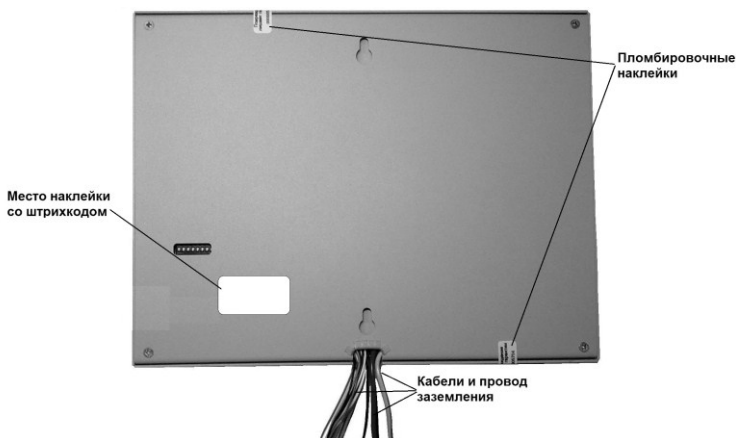

Рисунок 8 – МИ-50 (вид со стороны крепежных отверстий)
- ж) подсоединить кабели МИ-50 (рисунок 8);
С обратной стороны корпуса МИ-50 расположены гарантийные пломбировочные наклейки для контроля несанкционированного вскрытия (рисунок 8).